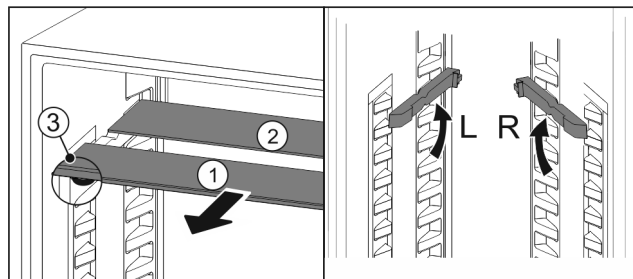

Fig. 27
- 将玻璃隔板逐个向前拉出 Fig. 27 (1)。
- ▷ 带装饰条的玻璃隔板 Fig. 27 (1)在前。
- ▷ 阻挡装置 Fig. 27 (3)指向下方。